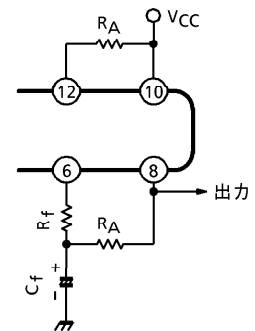

図2
- 1) 電池を使用した場合、電源インピーダンスが高くなると、ブロッキング発振を起すことがありますので、⑩ピン-⑫ピン間 (V_{CC} -フィルタII) に $500\Omega \sim 1k\Omega$ の抵抗 R_A を挿入すると安定になります。また、このときは出力電位がアンバランスとなって上下非対称クリップとなり、最大出力が低下しますので、出力動作点補正用抵抗 R_B を⑥ピン-⑧ピン間 (帰還-出力) に接続してください。
- 2) 6V以上で使用する場合に最大出力をできるだけ大きくするには動作点補正用抵抗 R_B を挿入してください。(図2)